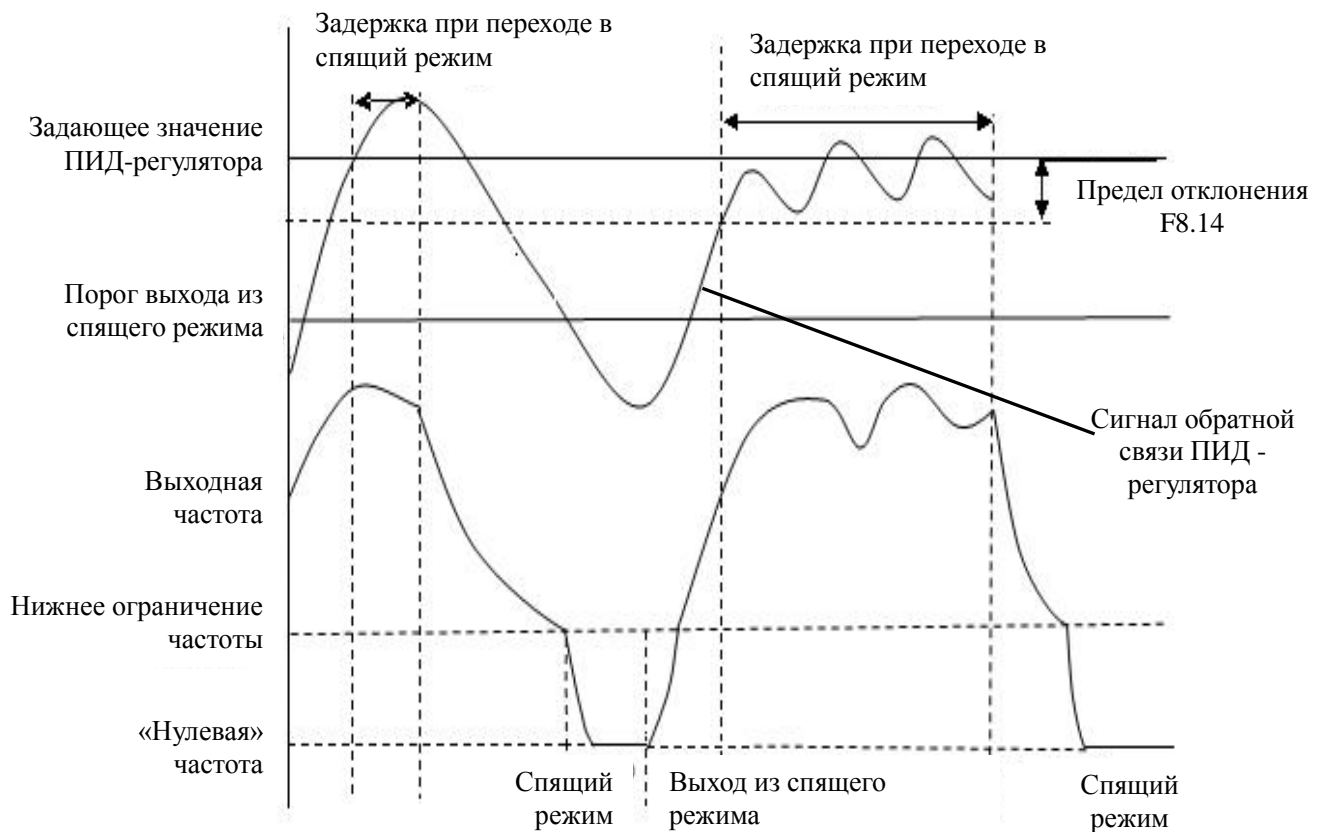

Рис. F8-6
**2: Активен, когда, например, давление и частота имеют стабильное значение (См. рисунок F8-6).**